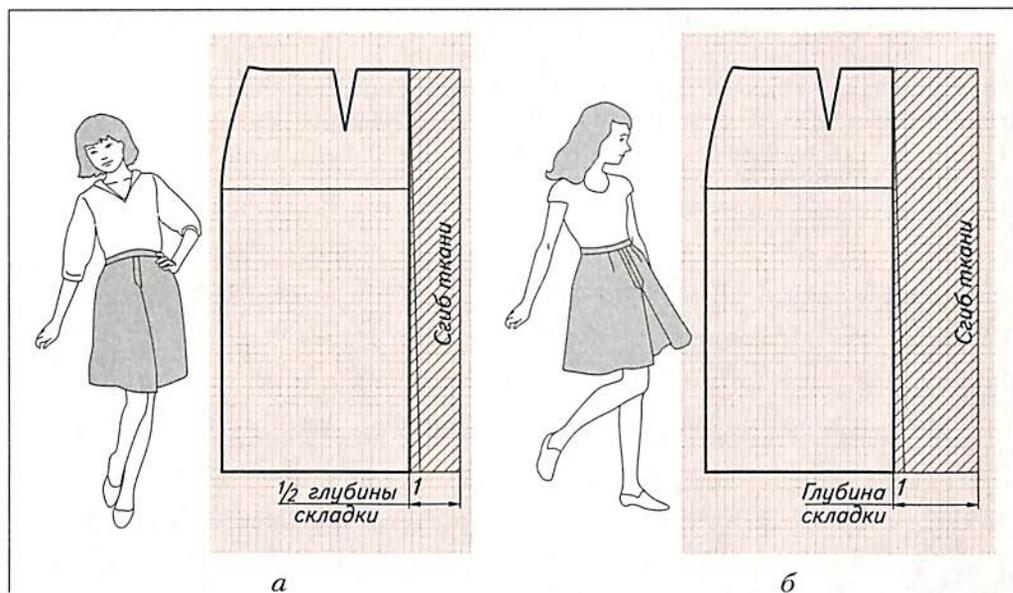

Рис. 40. Моделирование складки посередине полотнища: *а* – односторонней; *б* – двусторонней (встречной)
С помощью метода *параллельного расширения* можно получить модели со складками. На выкройках нужно начертить линию сгиба складки. Для этого по линии низа отложить от выкройки 1 см в сторону складки, полученную точку соединить с серединой детали на линии талии (рис. 40).
1. Складка посередине полотнища юбки. Для *односторонней* складки на выкройке полотнища предусмотреть прибавку, равную половине глубины складки (рис. 40, а). Для *двусторонней (встречной)* складки прибавка равна глубине складки (рис. 40, б).